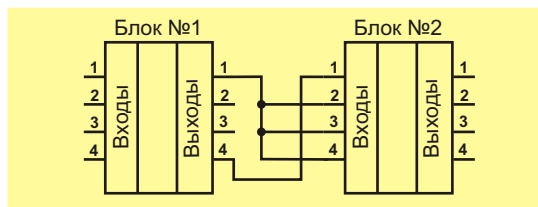
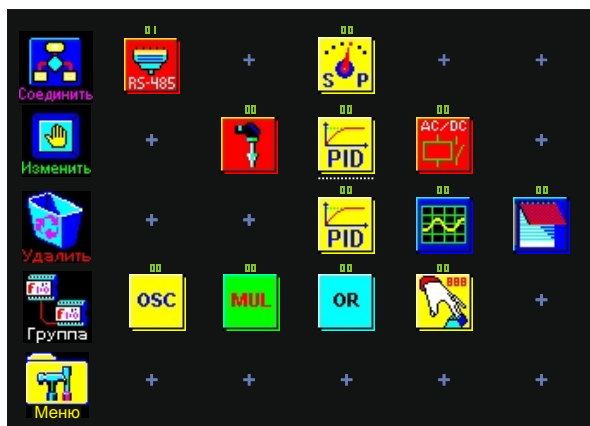

Рис. 6
Рис. 11. Схема с выбранным блоком "Регулятор" (подчеркнут белой пунктирной линией)
7.3.6 В момент нажатия на пиктограмму необходимого функционального блока схемы, происходит его выделение (под ним появляется пунктирная линия белого цвета), а в левом вертикальном ряду меню появляются пиктограммы **Удалить**, **Изменить**, **Соединить**, с помощью которых производятся дальнейшие действия с выбранным блоком (Рис. 11). Для возврата к предыдущему меню - нажмите пиктограмму **Группа**.
7.3.11 **Программирование** (соединение выходов и входов функциональных блоков) производится с помощью пиктограммы **Соединить** (см. пункт 7.3.6; Рис. 11). Так как условно входа функциональных блоков находятся слева, а выхода справа (Рис. 6), а программа пишется слева направо (то есть выхода блоков подключаются (соединяются) к входам), то при выборе двух блоков, которые необходимо соединить связью (связями), сначала в схеме выбирается блок-источник данного сигнала, затем нажимается пиктограмма **Соединить**, а потом выбирается блок-приемник сигнала (связи).